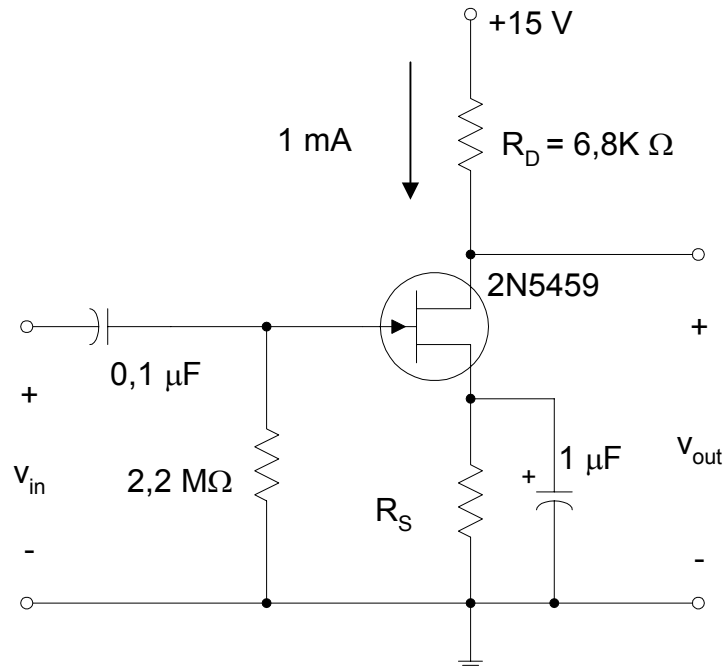

Figura 2. Circuito para el experimento 3.
5. Construya el circuito de la Figura 2. Conecte las sondas del osciloscopio a los terminales  $V_{IN}$  y  $V_{OUT}$ . Seleccione  $R_S$  para producir una corriente de drenaje de funcionamiento estático  $I_D = 1$  mA. Utilice las